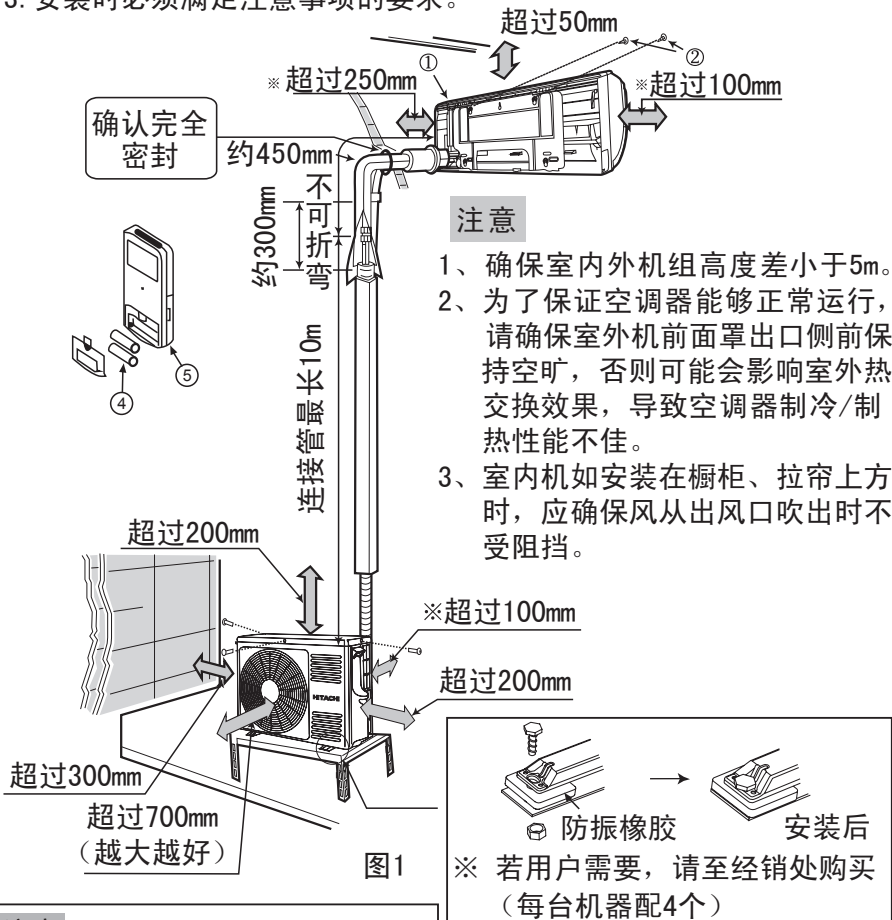
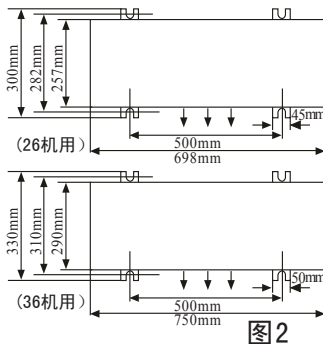

图1
图2
1. 示意图1是连接配管安装成形（以26机为例）。
2. 根据总装示意图1结合对应附件按要求牢固安装。
- (1) 为了便于修理，室内机组旁边应如图1般保留空间。
- (1) 室外机组的安装必须保留大于如图1所示距离，并尽可能远离障碍物，避免障碍物妨碍通风系统。
- (2) 尽量安装于房屋的东或北方。如装于南或西方是无可避免时，应有遮盖物遮盖。
- (3) 最好不要安装在污秽或雨淋的地方。
- (4) 尽量靠近室内机组安装。
- (5) 室外机外形尺寸及安装固定孔位置见图2